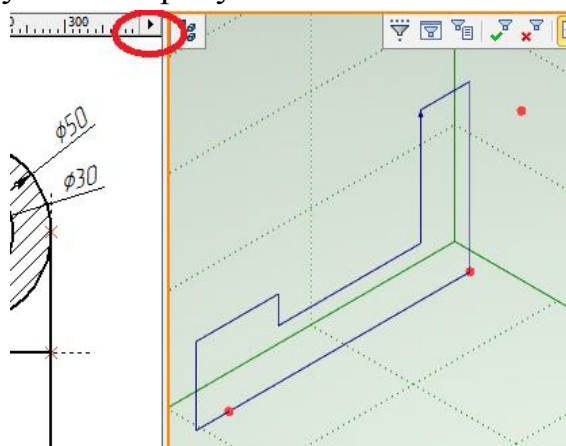

Рисунок 3.11 – Вид чертежа и 3D вид
- Откройте окно 3D Влада, нажав на черную стрелочку в верхнем правом углу (рисунок 3.11)